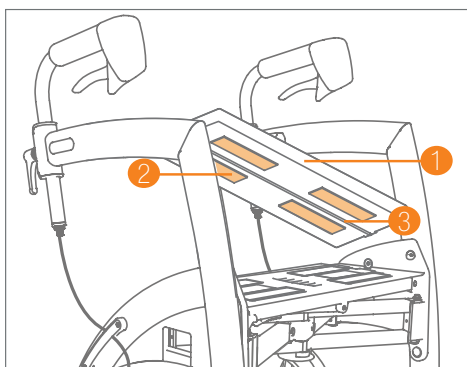

Figure 75: Retrait du coussin du siège du rollator.
- Soulevez le coussin pour détacher les bandes Velcro qui le maintiennent au siège (**Figure 75**).